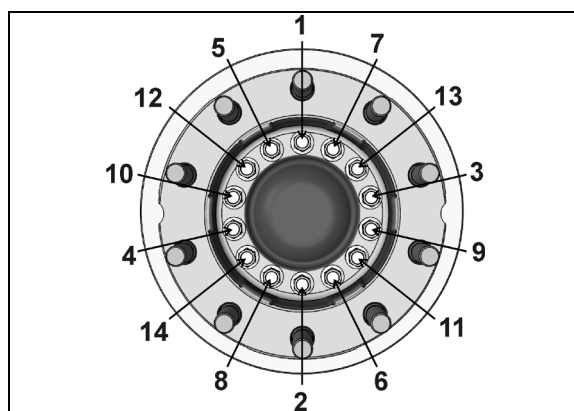

FIGURE 16 : VIS HEXAGONALE DE BRIDE DU MOYEU
- Assujettir la bride du moyeu et le disque sur le roulement intégré en utilisant 14 vis d'assemblage neuves (à usage unique). Se reporter à la FIGURE 16 pour la séquence de serrage.